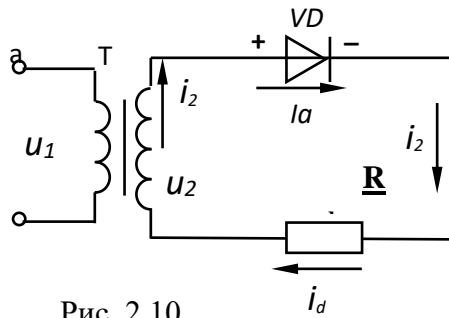

Рис. 2.10
Рассмотрим работу однофазной однополупериодной схемы выпрямления. На вход трансформатора подаётся переменное напряжение, т.е. во вторичной обмотке трансформатора половину периода (от 0 до π) ток протекает в условно положительном направлении (рис. 2.10).
Во вторую половину периода (от π до 2π) на аноде диода отрицательный потенциал, а на катоде – положительный (рис. 2.10). Диод закрыт. Ток отсутствует. В этот промежуток времени сопротивление диода большое, поэтому и падение напряжения на нём тоже большое
2. Чертим схему подключения нагрузки (см. рис. 2.10).